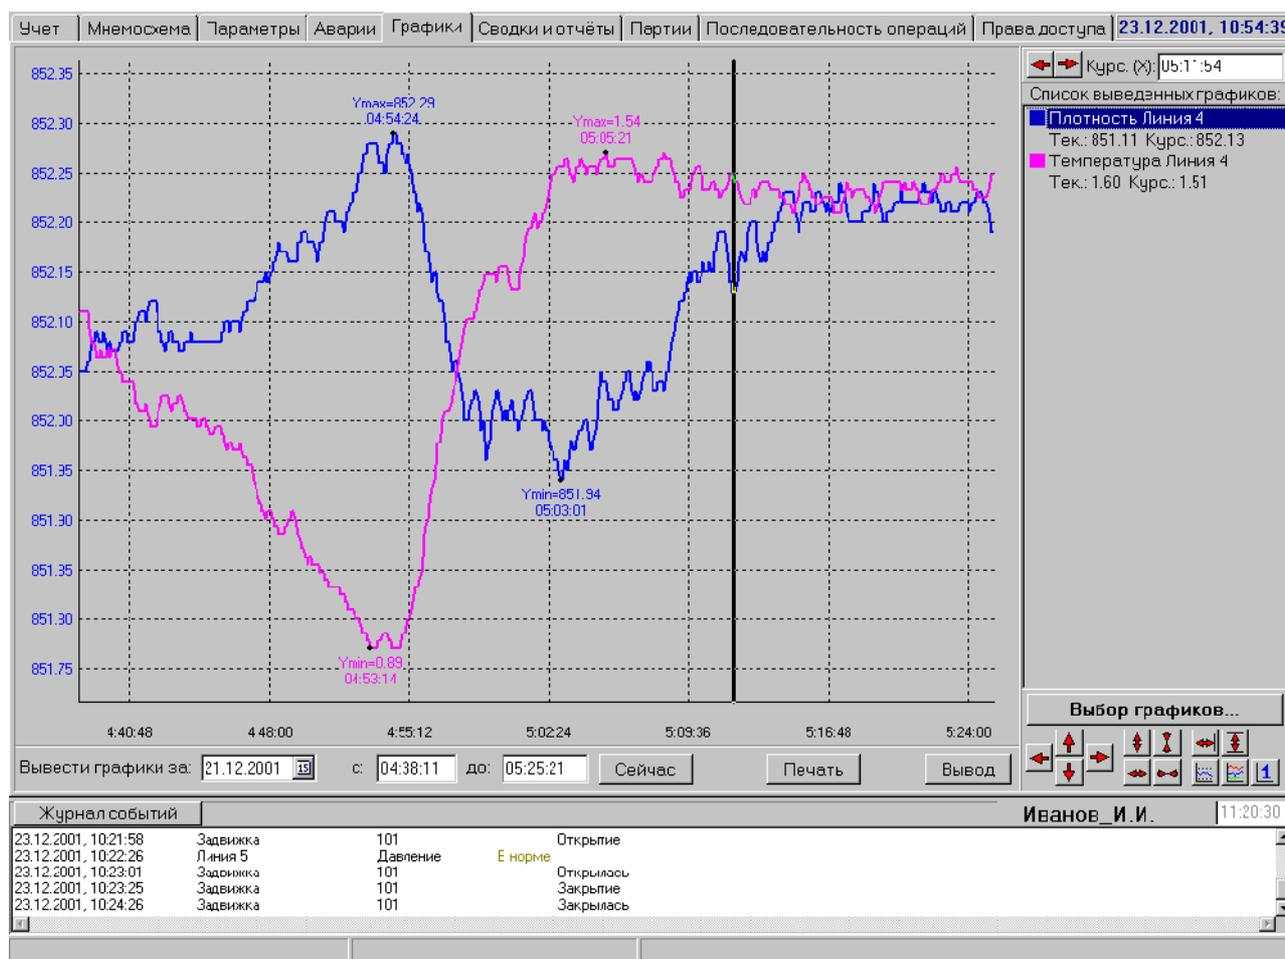

Рис. 28
1.1.1 Экран (Рис. 28) отображает графики изменения во времени (тренды) выбранных учетных параметров.